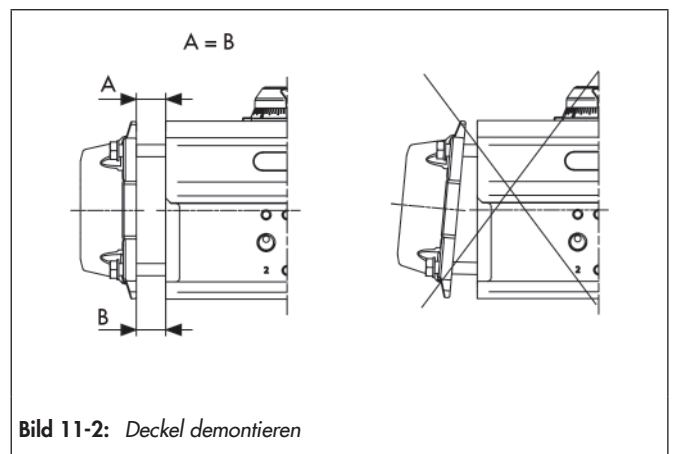

Bild 11-2: Deckel demontieren
- ⇒ Bei Demontage des Deckels, konstanten Abstand ($A = B$) zwischen dem Gehäuse des Antriebs und der Deckelschnittstelle einhalten, vgl. Bild 11-2.